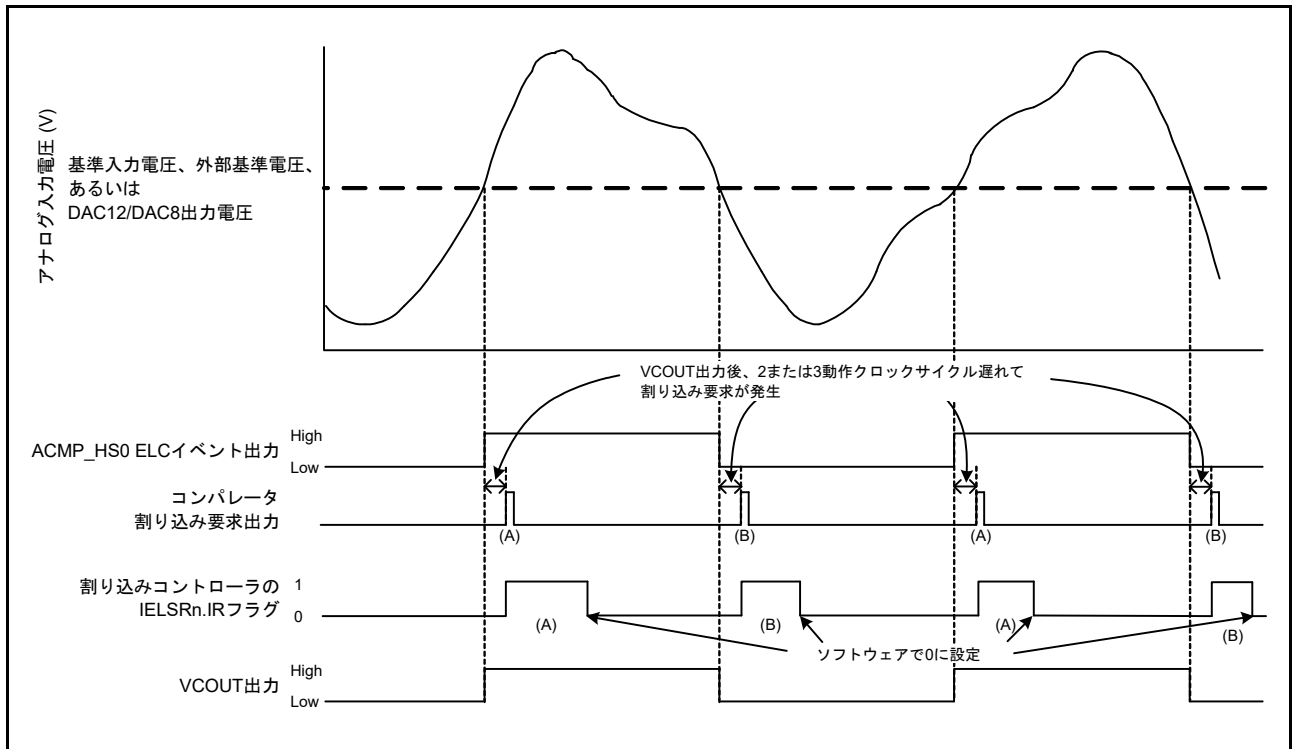

図 38.2 ACMPHS の動作例
ACMPHS の動作例を図 38.2 に示します。アナログ入力電圧が基準入力電圧より高くなると VCOUT 出力は 1 になり、低くなると 0 になります。ACMPHS 出力が変わると、割り込み要求および ELC イベントが出力されます。
図 38.2 は CPOE = 1 (端子出力許可)、CDF5[1:0] = 00b (フィルタ不使用)、CEG1 = CEG0 = 1 (両エッジを選択) の場合に適用されます。CINV = 0、CEG0 = 1、CEG1 = 0 (ACMPHS からの非反転出力信号の立ち上がりエッジを選択) の場合、ICU.IELSRn.IR フラグは (A) で示されるように変化します。CINV = 0、CEG0 = 0、CEG1 = 1 (ACMPHS からの非反転出力信号の立ち下がりエッジを選択) の場合、IR フラグは (B) で示されるように変化します。CPOE = 1 の場合、VCOUT は ELC イベント出力を直接出力します。